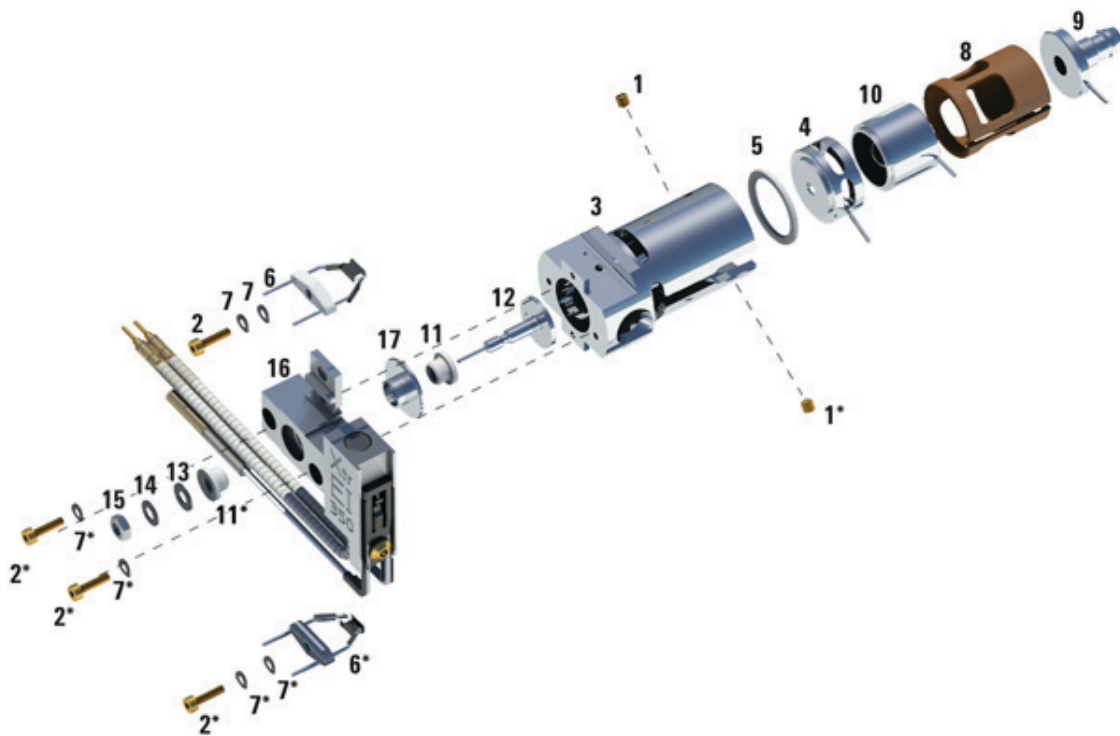

図 48 EI XTR イオン源の組み立て
以下の手順を行う際には、図 48 の部品分解図および 165 ページの 表 21 の EI XTR 部品リストを参照してください。
- 3 エントランスレンズとイオンフォーカスレンズを 164 ページの 図 48 に示す順でインシュレータに差し込みます。
表 21 EI XTR イオン源の部品リスト (図 48)